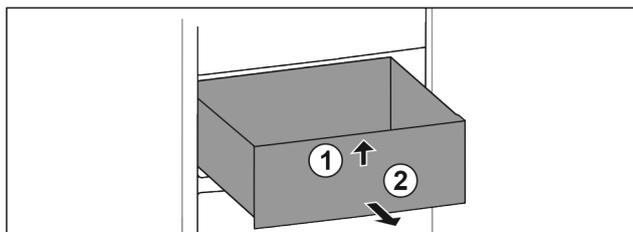

Fig. 41
- ▶ Soulever la partie avant du tiroir. Fig. 41 (1).
- ▶ Retirer le tiroir par l'avant. Fig. 41 (2)